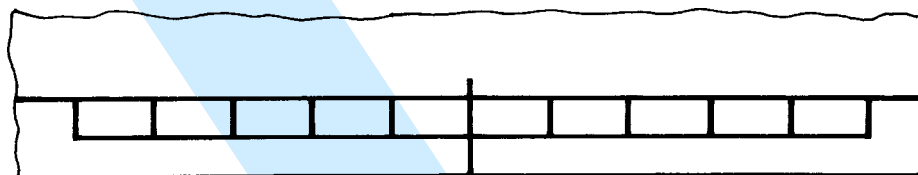

Figura 8 - Escala métrica de referência
**3.5.1** As folhas de desenho podem ter impressa uma escala métrica de referência sem os números, com comprimento de 100 mm no mínimo e em intervalos de 10 mm (ver Figura 8).